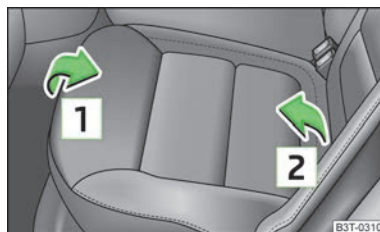

Fig. 61
- Levantar el asiento en el sentido de la flecha [1] » fig. 61 y abatirlo hacia delante en el sentido de la flecha [2].